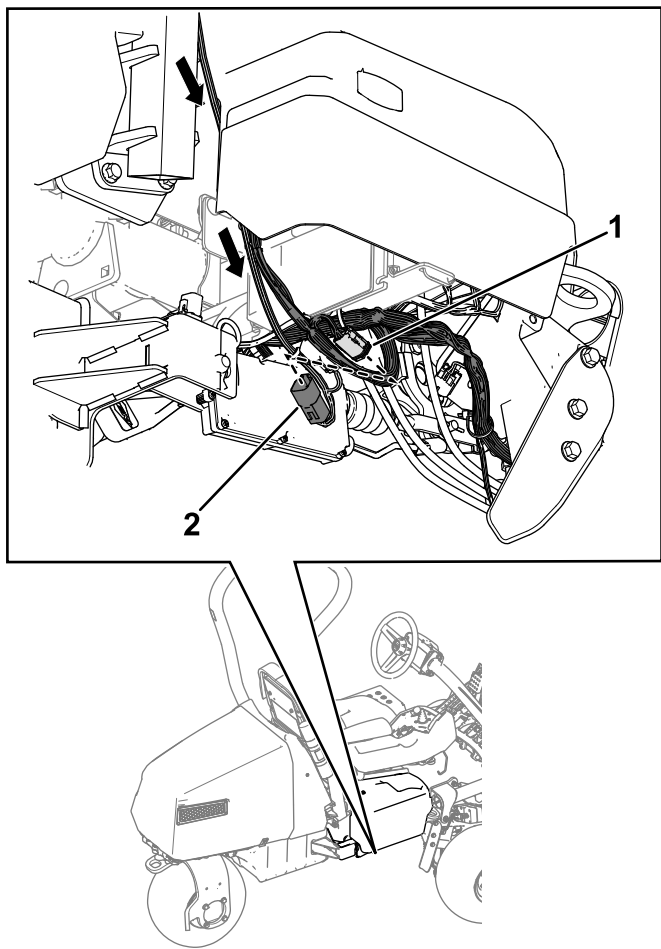

図 13
4. ワイヤーハーネスをロールバーの下に配線し、P01というラベルの付いたワイヤーハーネスコネクタをP71というラベルの付いたマシンワイヤーハーネスのコネクタに接続する(図 13)。